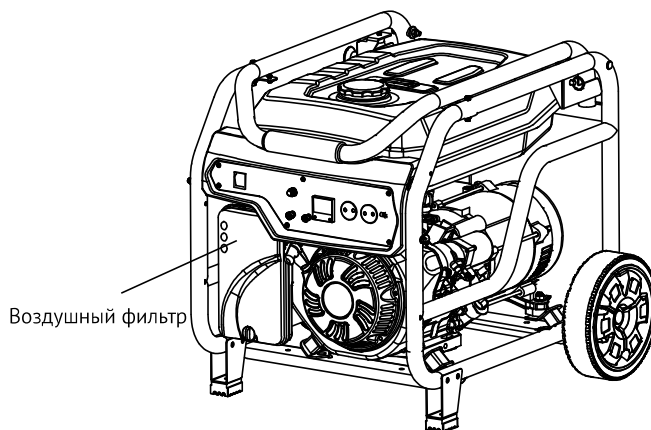

Рис. 9
- Отвинтить винт крышки воздушного фильтра (Рис. 9).